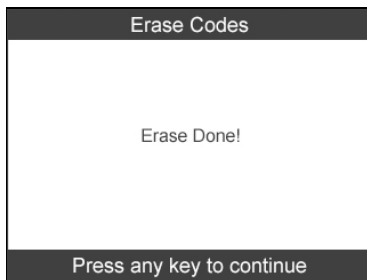

Abbildung 6.7
- 3) Wenn die Codes gelöscht wurden, wird die Meldung **Löschen fertig!** angezeigt. Drücken Sie eine beliebige Taste, um fortzufahren (Abbildung 6.7)